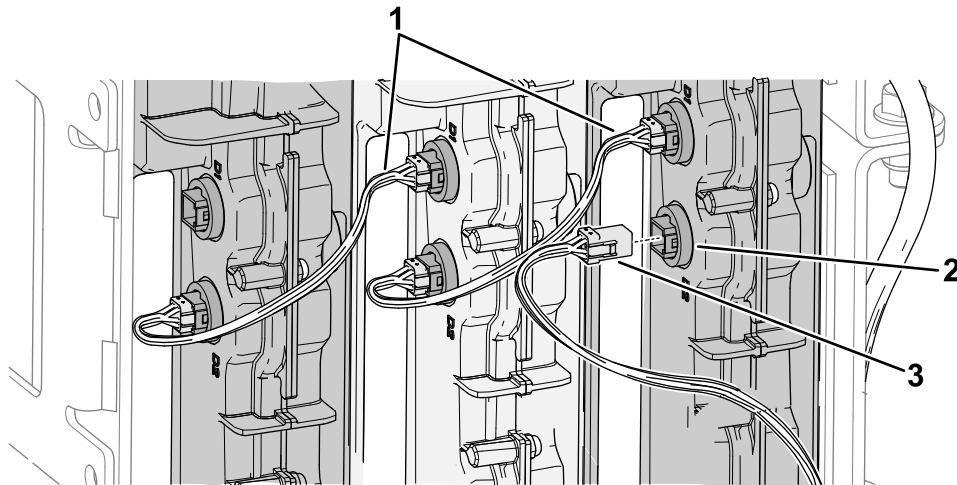

Figura 15
1. Inserite 2 cablaggi preassemblati dell'interfaccia dati (19 cm) nelle porte delle batterie illustrate nella Figura 15.
2. Inserite un'estremità del cablaggio preassemblato dell'interfaccia dati (63,5 cm) nella porta della batteria contrassegnata come D2, come mostrato nella Figura 15.